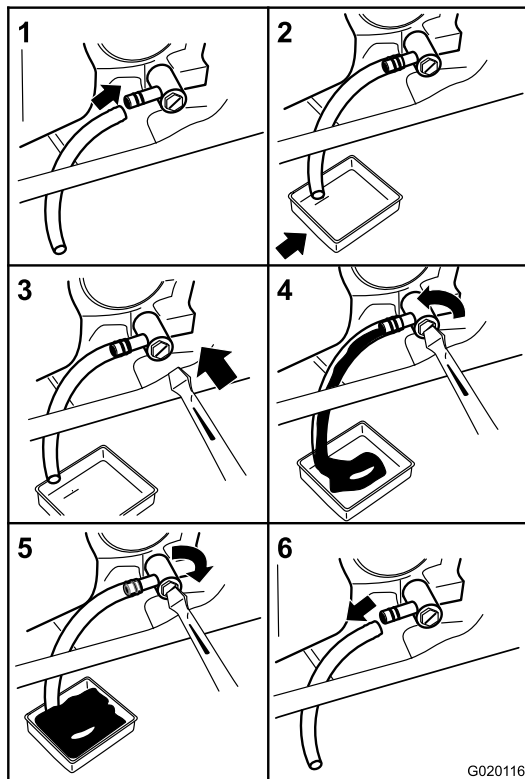

Figura 32
3. Pare el motor, retire la llave y espere a que se detengan todas las piezas en movimiento antes de abandonar el puesto del operador (Figura 32).